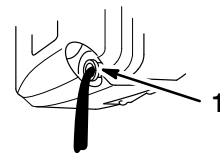

Figure 11
4. Retirer la jauge d'huile, basculer la tondeuse du côté gauche, et laisser l'huile s'écouler par le tube de remplissage dans un récipient approprié (Fig. 11).